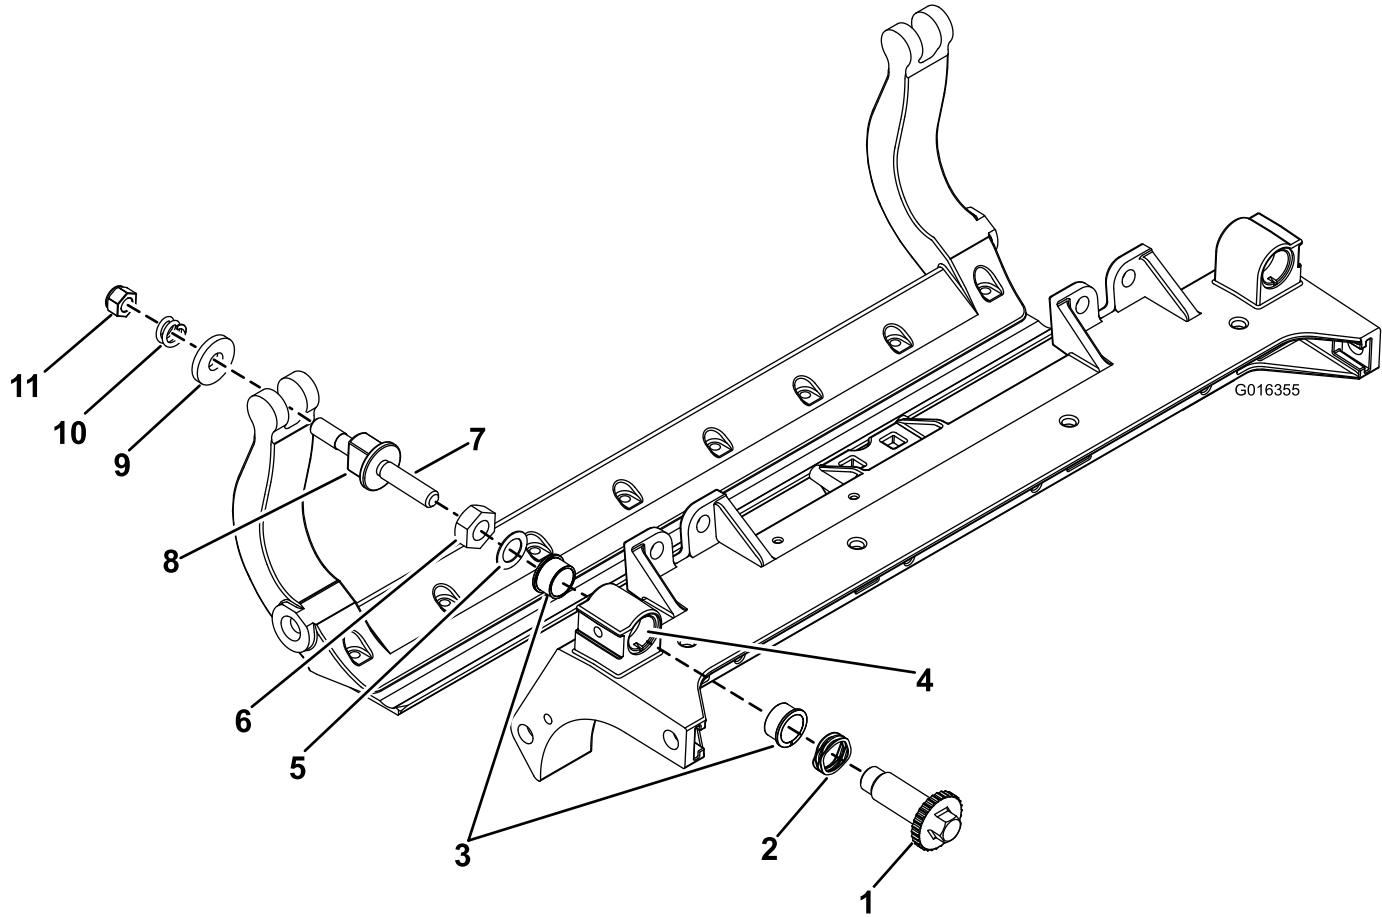

图33
1. 拆除所有零件；请参阅 HD DPA 套件（型号 120 - 7230）安装说明和图33。
2. 将防粘剂涂抹到滚刀组中心滚刀组框架（图33）的轴套区内侧。
3. 将凸缘轴套上的键与机架的槽对准，然后安装轴套（图33）。
4. 将一个波形垫圈安装到调节器轴上，然后将调节器轴滑入滚刀组机架中的凸缘轴套内（图33）。
5. 用扁平垫圈和锁紧螺母固定调节器轴（图33）。上紧锁紧螺母扭矩至 $20\sim27N\cdot m$ 。
- B. 在两个尼龙垫圈的外侧各放一个钢垫圈（图 33）。